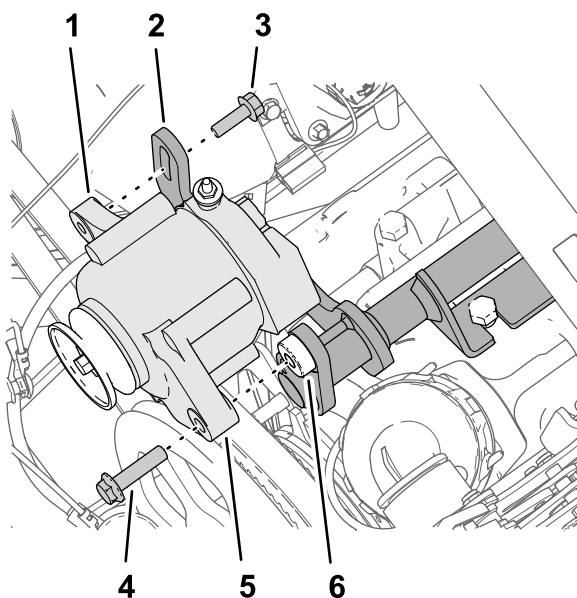

Figura 182
1. Monte o alternador (60 A) na saliência roscada do suporte do alternador (Figura 182) com o parafuso de cabeça flangeada (3/8 x 1-1/2 pol.).
2. Instale a flange roscada do alternador na flange ranhurada do suporte do alternador (Figura 182) com o parafuso de cabeça flangeada (8 x 25 mm).